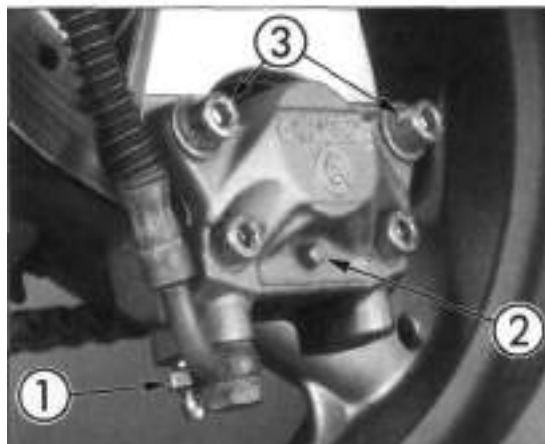

Bild 46
- **TIP** Bremssattel/hinten (Bild 46) vom Träger abnehmen und so plazieren, dass sich Entlüftungsventil am höchsten Punkt des Hydrauliksystems befindet.